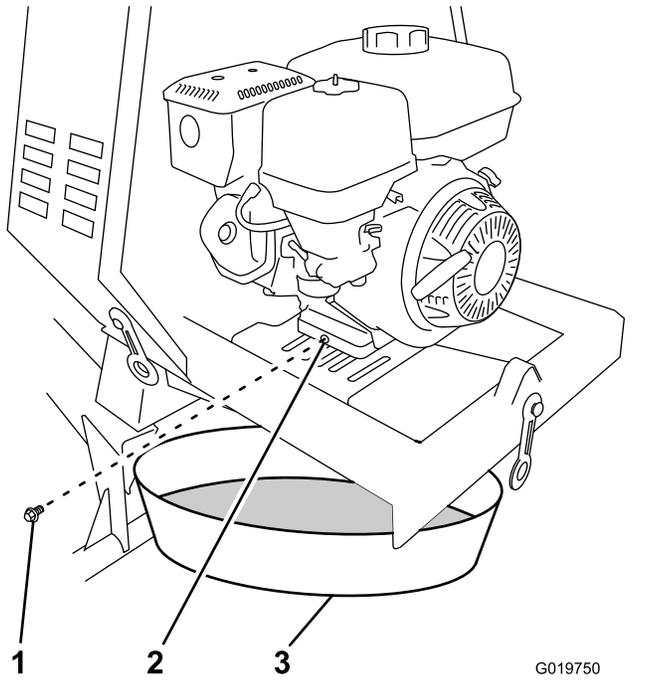

Figura 43
3. Coloque un recipiente debajo del orificio de vaciado de aceite del motor (Figura 43).
4. Retire el tapón de vaciado y recoja el aceite en el recipiente (Figura 43).
5. Cuando se haya drenado completamente el aceite, coloque el tapón de vaciado con una arandela nueva (Figura 43).